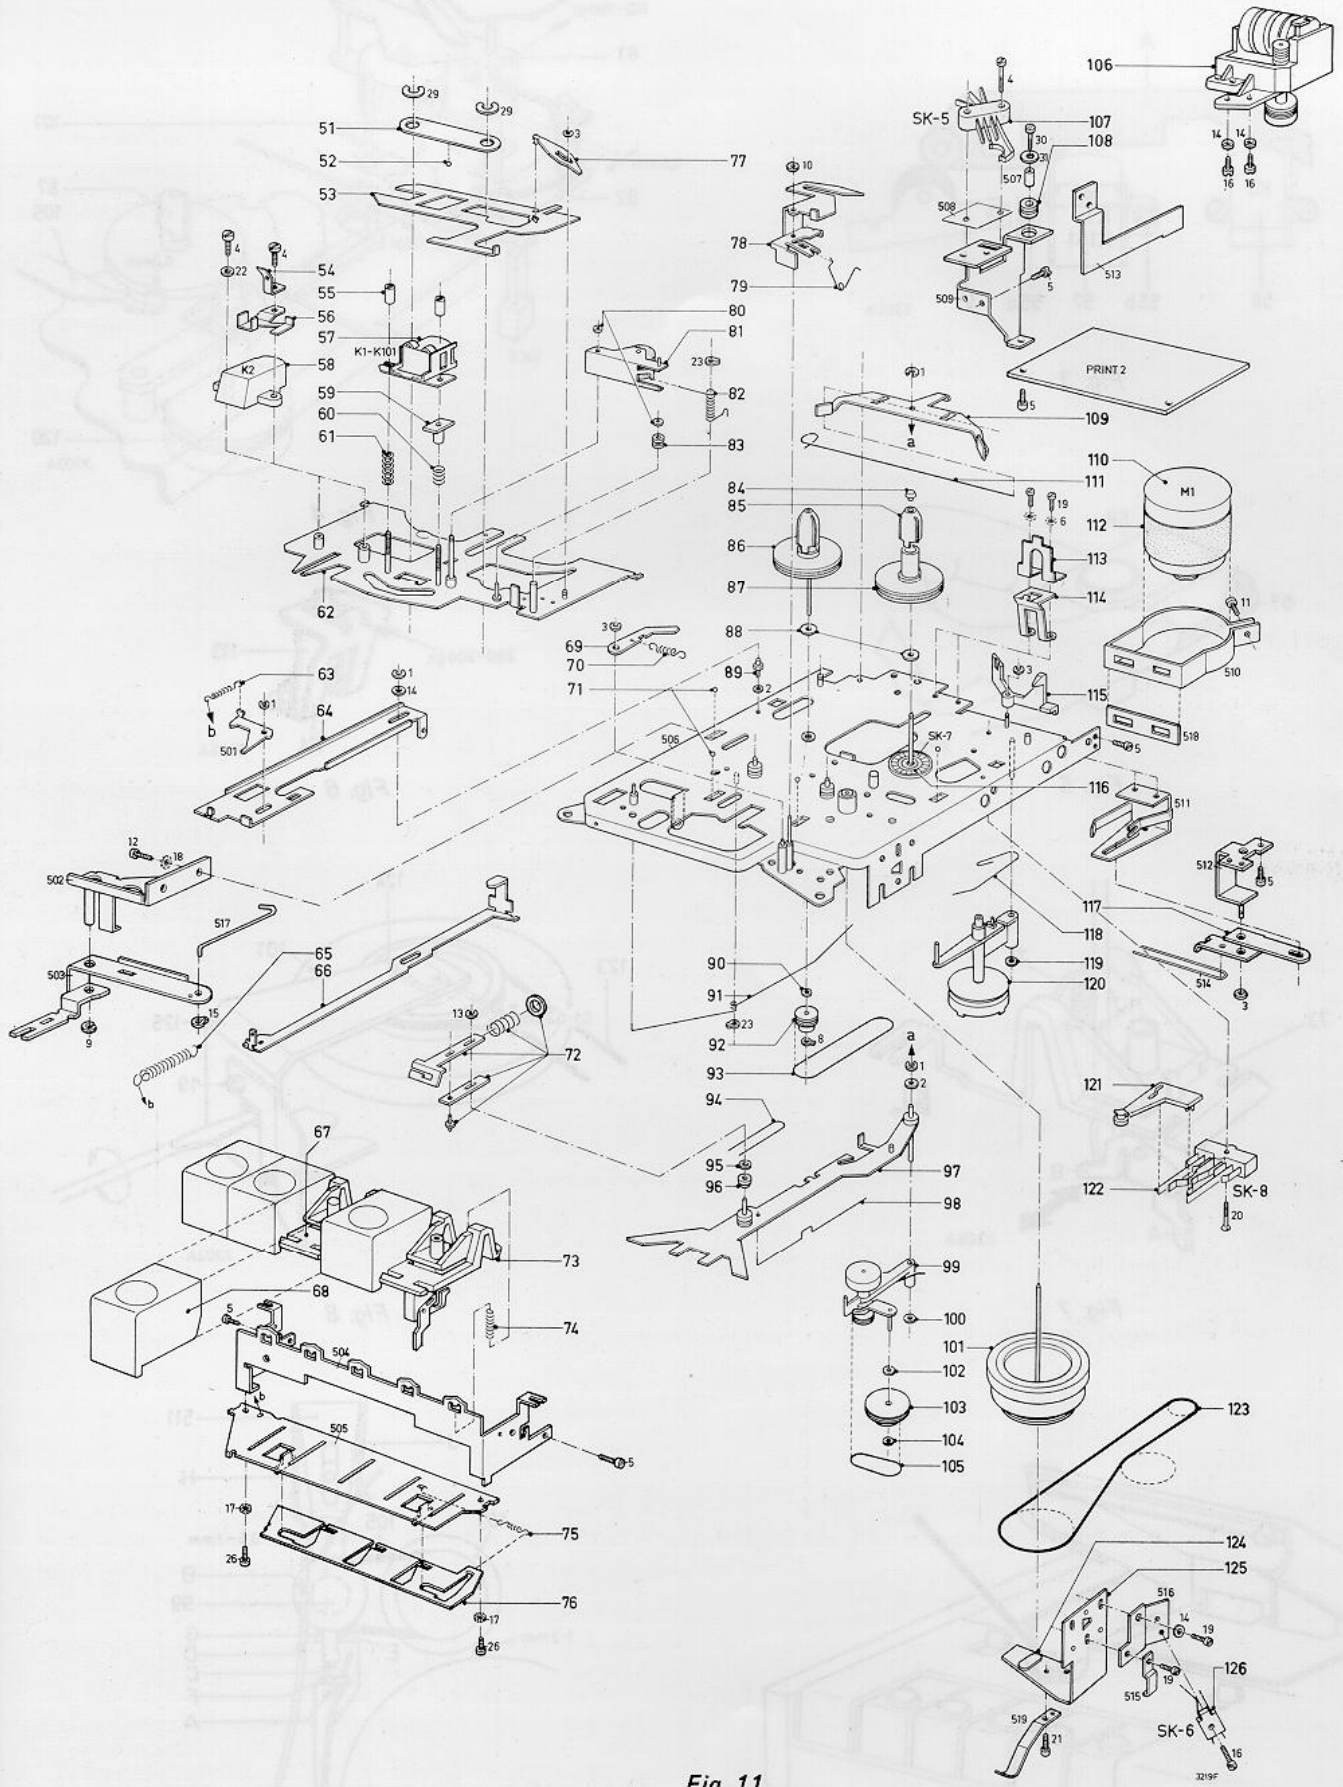

Fig. 11
#### C. Vliegwiel 101 en opspoelfrikctie 120 (fig. 11)
#### D. Druktoetsen 67 en 73 (fig. 11)
#### E. Vervangen van de rechterspoelschotel 87 (fig. 11)
#### F. Vervangen van de linkerspoelschotel 86 (fig. 11)
#### G. Vervangen van de collector SK7 (pos. 116, fig. 11)
## LIJST VAN MECHANISCHE ONDERDELEN (fig. 11)